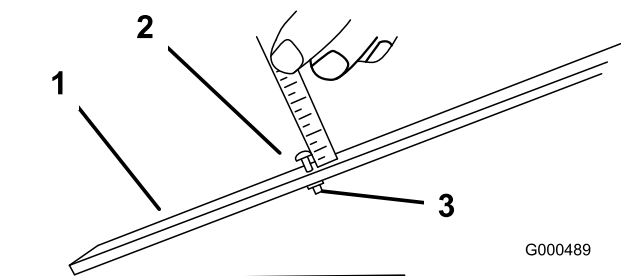

Figura 15
2. Allentate il dado sulla barra di riferimento e regolate il bullone di regolazione dell'altezza secondo l'altezza di taglio desiderata (Figura 15). La distanza tra la